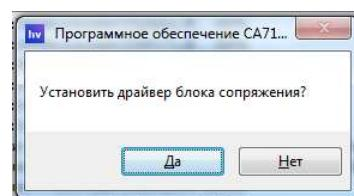

Рисунок 8.5
- 4) На экране появится сообщение "Установить драйвер блока сопряжения?" (рисунок 8.5). На этот вопрос следует ответить "Да".